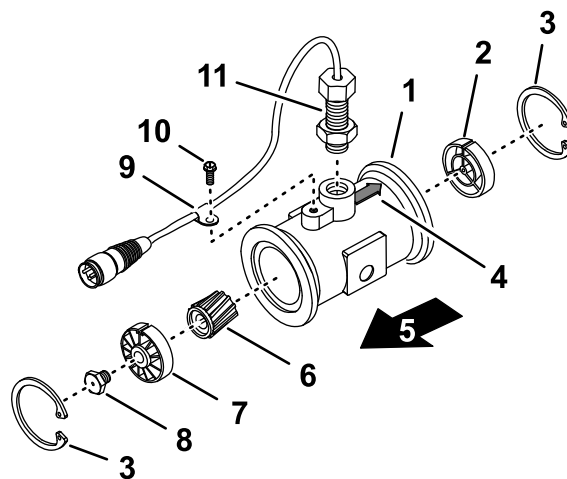

Рисунок 102
3. Снимите стопорное кольцо со стороны входа (Рисунок 102).